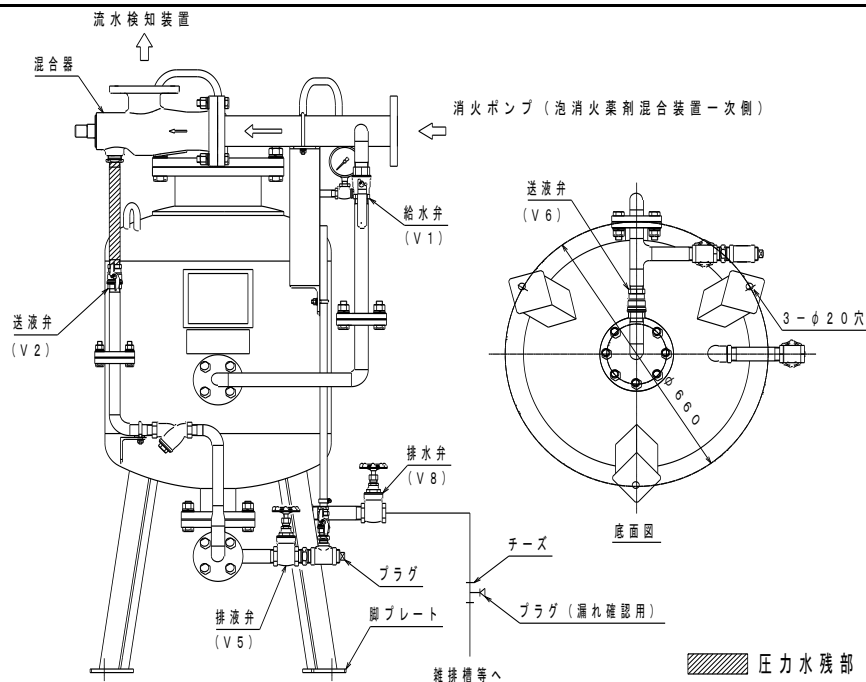

図 5. 排水配管接続例
② 配管接続
- ・排水弁に配管を接続する際は、槽本体の近傍で排水の状態が確認できるようにプラグを取り付けたチーズの設置やホッパー受け等に行ってください（図 5 参照）。また、排水は消火水槽には戻さず雑排水などに排水してください。
(2) 耐圧試験
- ・ 混合器は泡消火薬剤流出阻止機構を有しており、耐圧試験時の圧力 (圧力水) が混合器内部に残ります。(図 5 参照) **耐圧試験後は速やかに所定の手順で泡消火薬剤混合装置廻りの減圧を行ってください。** 混合器内部に圧力水を残したままにすると混合器の破損および故障の原因となります。(減圧方法の手順は、以下を参照)